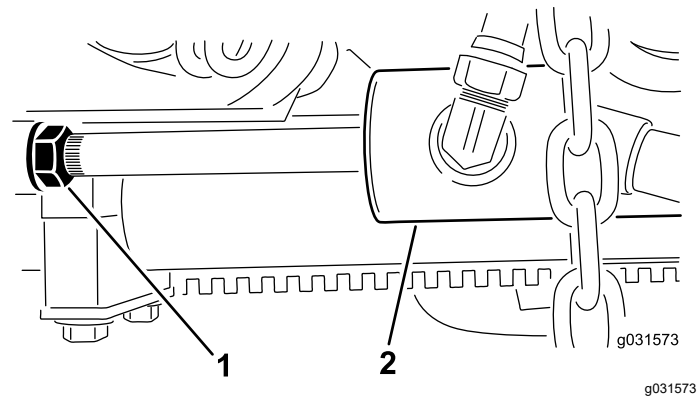

Bild 14
B. Drehen Sie die die Klemmmutter am Zylinder heraus (Bild 14).